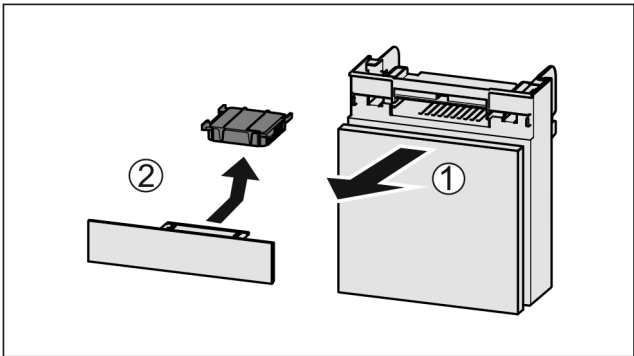

Fig. 84
- Extraire le compartiment par l'avant Fig. 84 (1).
- Sortir le filtre à charbon actif Fig. 84 (2).